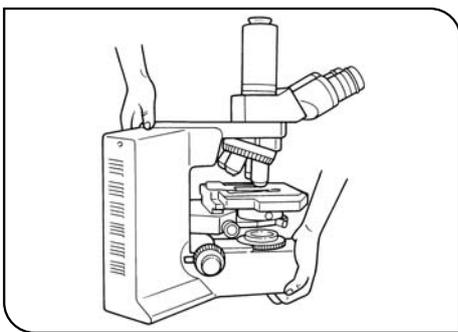

Abb. 2
3. Vor einem Transport des Mikroskops das Objekt und alle losen Teile entfernen. Das Mikroskop zum Transportieren vorsichtig an der dafür vorgesehenen Stelle an der Rückseite des Mikroskoparms und am Stativ fassen, wie in Abb. 2 gezeigt (Gewicht: ca. 16 kg).